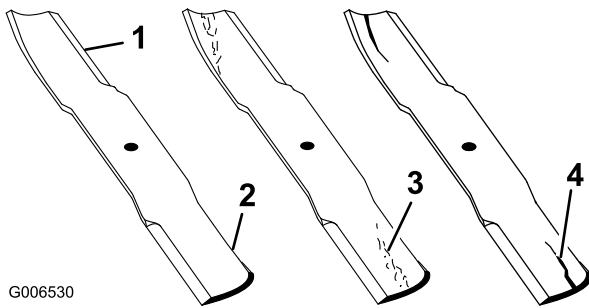

Bild 101
2. Prüfen Sie die Schnittkanten des Messers sorgfältig, insbesondere dort, wo die geraden Flächen die gebogenen berühren (Bild 101). Da Sand und anderes reibendes Material das Metall abschleifen kann, das die flachen und die gebogenen Teile verbindet, müssen Sie das Messer vor jedem Einsatz des Rasenmähers prüfen. Wenn Sie Abnutzungen (Bild 101) feststellen, sollten Sie das Messer auswechseln.